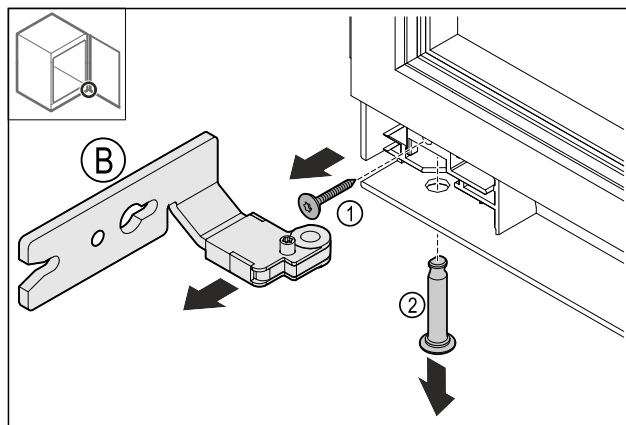

Fig. 14
- ▶ Schraube Fig. 14 (1) entfernen.
- ▶ Bolzen Fig. 14 (2) entfernen.
- ▶ Scharnier Fig. 14 (B) entfernen.